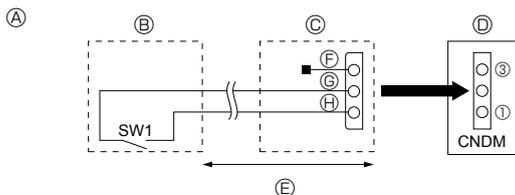

Fig. 8-1
8.1. Λειτουργία χαμηλού θορύβου (επιτόπου τροποποίηση) (Fig. 8-1)